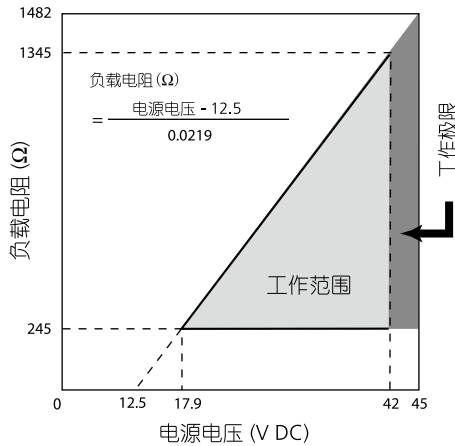

图3 电源电压和负载电阻特性
17.9 到 42V DC。具有反极性保护。回路负载电阻必须等于或大于 250 Ω。见图 3。